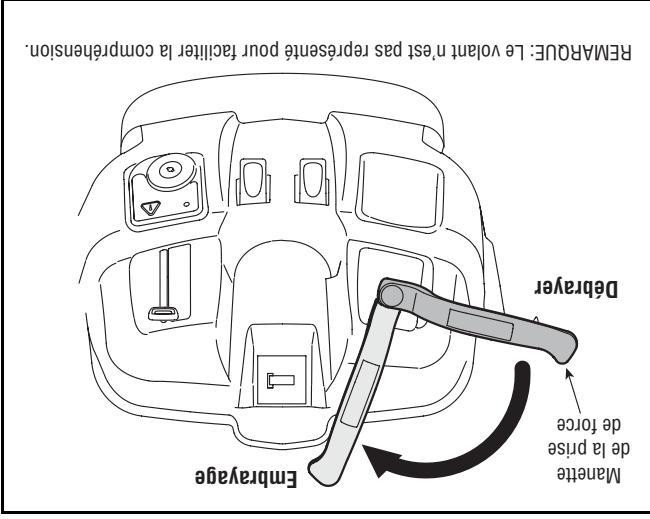

Figure 11.
2. Faites pivoter la manette de la prise de force (Embrayage de la lame) à fond vers l'avant jusqu'à la position « ON » (Embrayée). Voir la Figure 11.